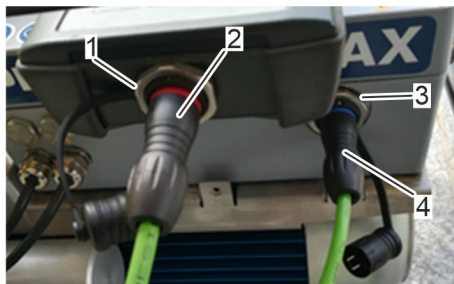

Fig. 41: Collegamento del cavo di adattamento
1. ➤ Collegare il connettore rosso del cavo di adattamento (Fig. 41/2) all'unità di comando (UC) (Fig. 41/1).
2. ➤ Inserire la spina blu del cavo di adattamento (Fig. 41/3) nell'interfaccia di documentazione e assistenza del gruppo idraulico (Fig. 41/4).
- ⇒ L'unità di comando (UC) viene alimentata con energia elettrica.
9.5 Messa in funzione dell'unità di comando (UC)